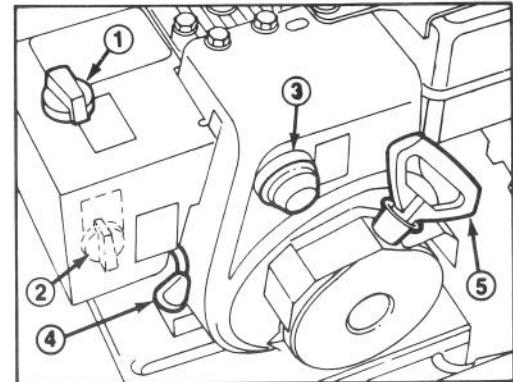

Abbildung 14
Drossel (Abb. 14) — Ein Vorschieben der Drossel erhöht die Motordrehzahl.
Choke (Abb. 14) — Der Choke befindet sich am Vorräumgehäuse. Zum Starten des kalten Motors den Choke nach rechts, auf VOLL drehen, und bei zunehmender Erwärmung den Choke wieder langsam auf AUS.
Tupfer (Abb. 14) — Als Kaltstarthilfe den Tupfer drücken, damit eine kleine Menge Benzin in den Motor einspritzt.
Rücklaufstarter (Abb. 14) — Der Rücklaufstarter befindet sich hinten am Motor und wird zum Starten des Motors herausgezogen.
2. Die Drossel auf SCHNELL stellen (Abb. 14).
4. Den Choke ganz aufdrehen (Abb. 14).
6. Den Tupfer fünfmal drücken (Abb. 14).
7. Den Rücklaufstarter (Abb. 14) langsam so lange herausziehen, bis Widerstand spürbar ist; dann den Motor mit einem kräftigen Armzug anwerfen. Den Startgriff festhalten und das Seil langsam zurückgleiten lassen.
8. Nachdem der Motor angesprungen ist, den Choke (Abb. 14) sofort in 3/4-Stellung bringen. Bei zunehmender Erwärmung des Motors den Choke zunächst auf 1/2 und dann auf AUS stellen. Stottert der Motor, den Choke wieder auf 1/2, und nach genügender Erwärmung wieder auf AUS stellen.
2. Die Drossel auf LANGSAM stellen und den Zündschlüssel auf AUS drehen (Abb. 14).